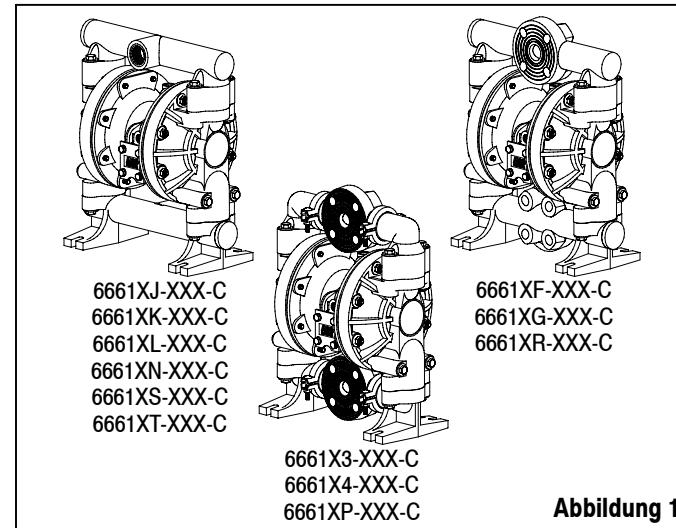

Abbildung 1
- Kugeln (22), "O" Ringe (19 und 33) und Kugelsitze (21) entfernen.
- Materialabdeckungen (15) entfernen.
HINWEIS: Nur bei PTFE membranmodellen wird eine Hauptmembrane (7) und eine Sicherheitsmembrane (8) verwendet. Siehe auch Zusatzansicht in Abbildung 1.
- Mutter (6), Membranen (7) oder (7 / 8) und Unterlagsscheiben (5) entfernen.